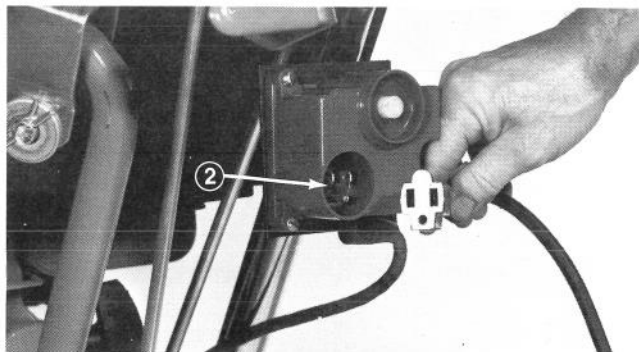
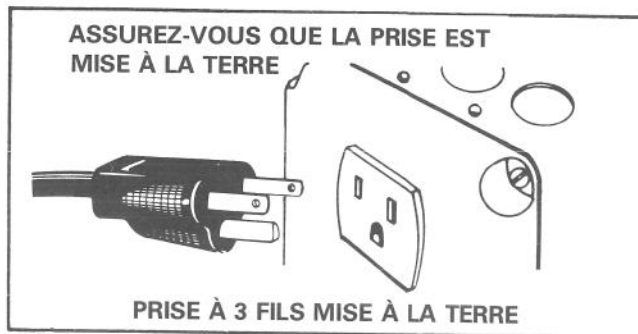

Figure 7
Figure 8
Utilisez uniquement une prise à 3 fils (mise à la masse) telle qu'illustrée (fig. 8) pour faire démarrer la déneigeuse. Toute négligence à cet égard pourrait entraîner une décharge électrique.
1. Introduisez l'extrémité (fiche femelle) de la rallonge à trois fils dans la prise mâle de la commande du démarreur (fig. 7). Reliez l'autre extrémité (fiche mâle) de la rallonge à une prise électrique (mise à la masse) de 115 V c.a. (fig. 8).
Branchez la rallonge uniquement dans une prise mise à la terre (fig. 8).